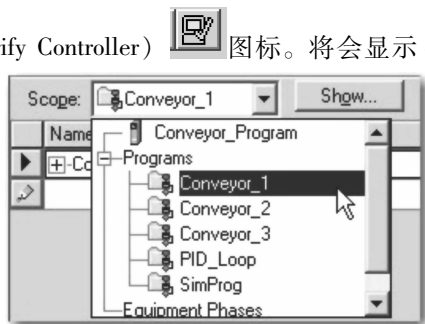

图 9-53 打开的“范围”（Scope）下拉菜单
18. 在“范围”（Scope）下拉菜单中选择 Conveyor_1，如图 9-53 所示。